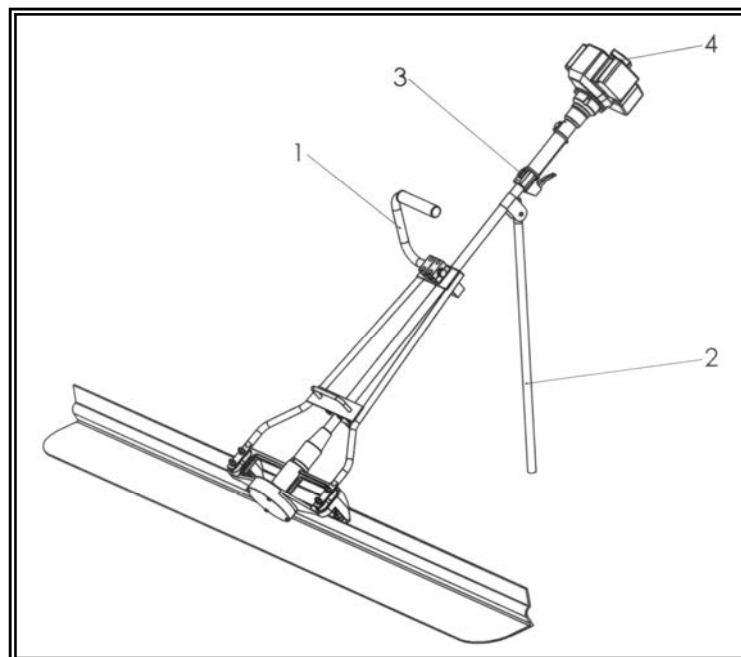

Bild: 1.8-1
- 4.- Bei Beendigung der Arbeit und um die Maschine auszuschalten, muss der Schalter **Pos. 3** in Position **OFF** gebracht werden. (**Siehe Bild: 1.8-1**)